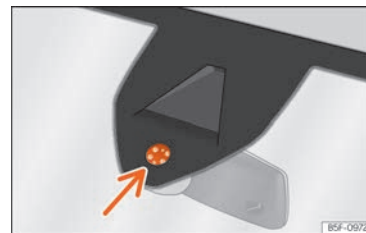

Fig. 76 Superfície sensible del sensor de pluja.
Les possibles causes d'anomalia i interpretacions errònies a la *superfície sensible* »» fig. 76 del sensor de pluja són, entre d'altres:
- **Brutícia:** la pols seca, la cera, el recobriments dels vidres (efecte lotus) o les restes de detergent (túnel de rentat) poden reduir l'efectivitat del sensor de pluja o fer que reaccioni més tard, més a poc a poc o que no funcioni. Netegeu regularment la superfície sensible del sensor de pluja »» fig. 76 (fletxa) i comproveu possibles danys en les escombretes.